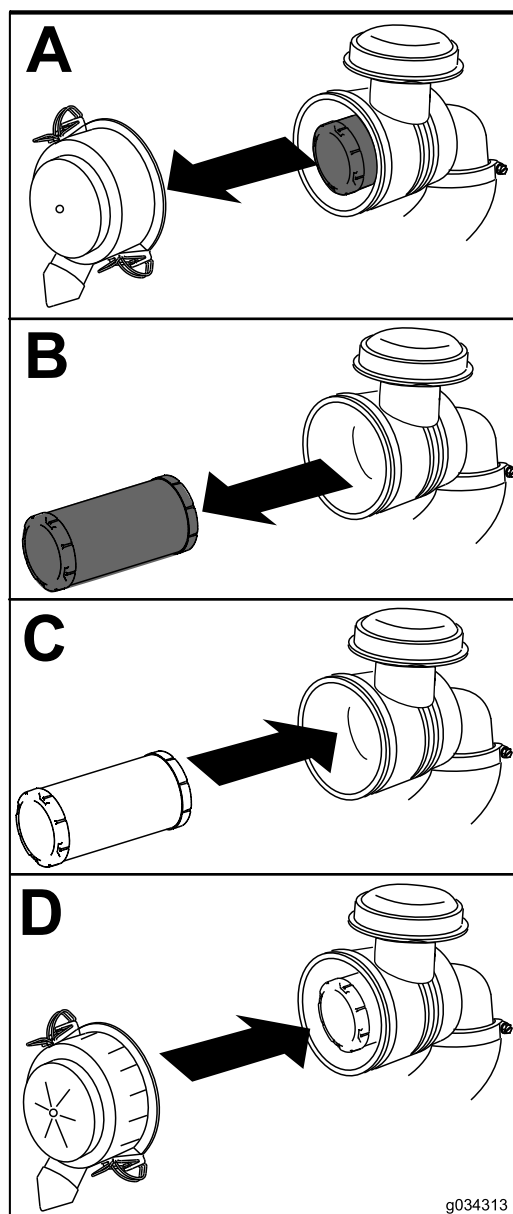

Figure 36
1. Sortez l'élément filtrant hors du boîtier du filtre à air avec précaution (Figure 36).
4. Reposez le couvercle du filtre à air, le côté identifié comme étant le HAUT dirigé vers en haut, puis verrouillez-le en place (Figure 36).